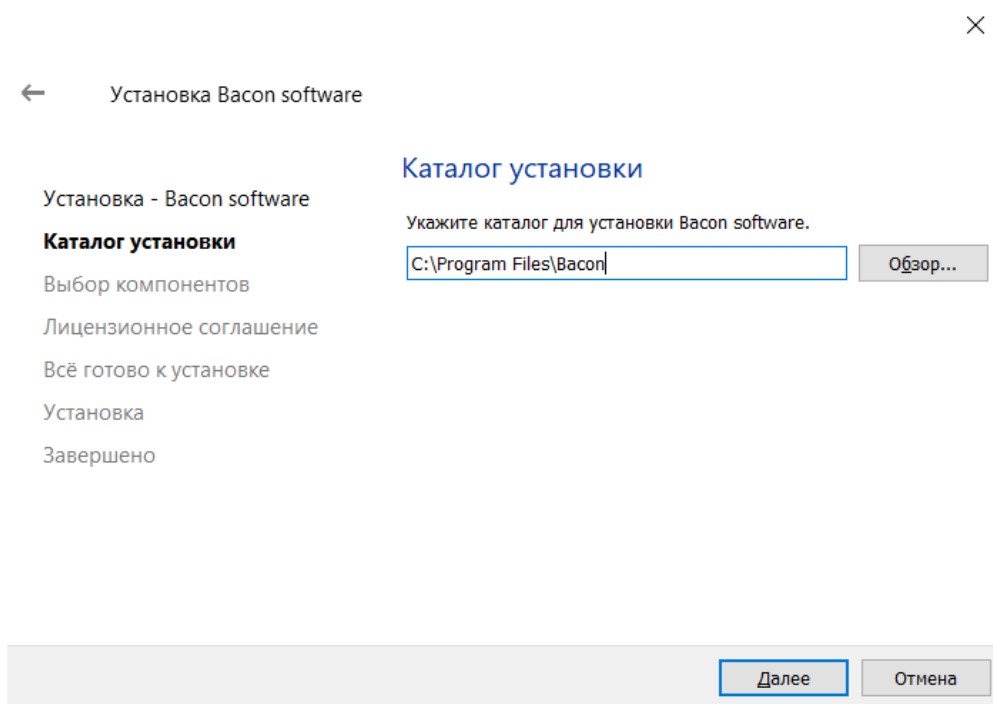

Рисунок 3.2 — Установка Программы. Выбор каталога установки
2) выбрать каталог для установки Программы (рисунок 3.2), нажать «Далее»;